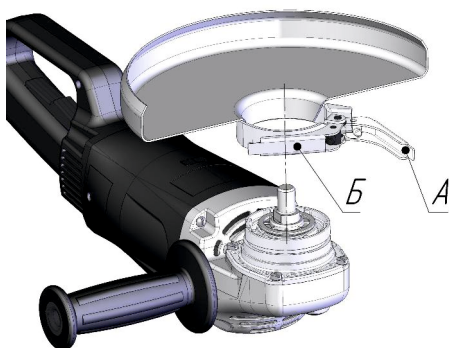

Рисунок 2
5.9 Установка и удаление защитного кожуха (рисунок 2)